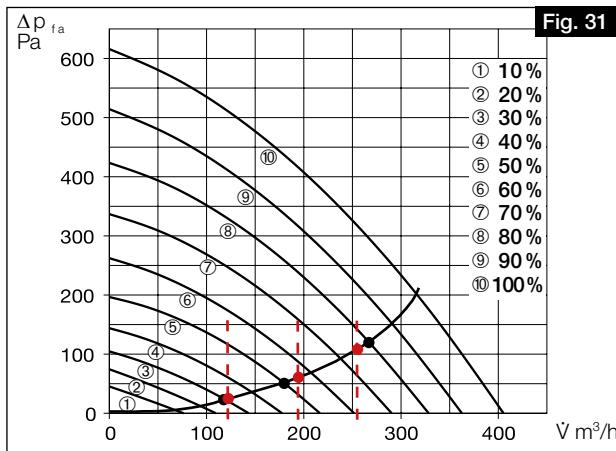
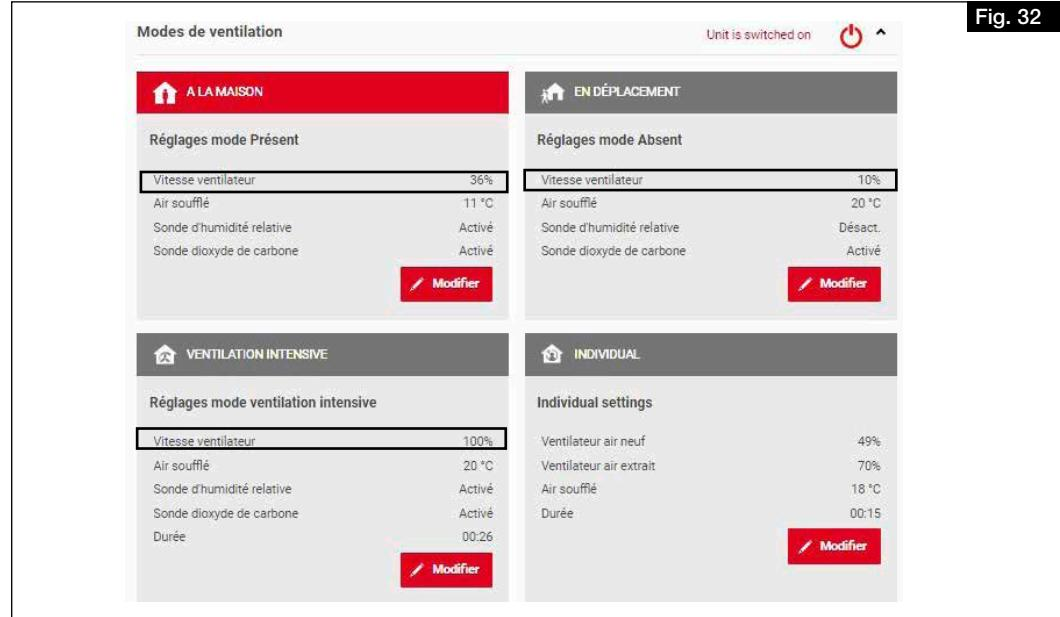

Fig. 31
Fig. 32
1. Saisir les débits volumiques issus du l'étude pour les trois profils de ventilation „Présent“, „Absent“ et „Forcé“ dans la courbe caractéristique de l'appareil pour l'air soufflé et extrait (voir Fig. 31).
① Nous recommandons d'enregistrer les valeurs suivantes dans les profils de ventilation :
2. À l'intersection des débits volumiques avec la courbe caractéristique du système, les performances du ventilateur à régler (en%) du profil de ventilation peuvent être lues approximativement. Il convient de les saisir dans le profil de ventilation correspondant à l'aide du logiciel easyControls ou de la commande KWL-BE Touch (voir Fig. 31 et Fig. 32).